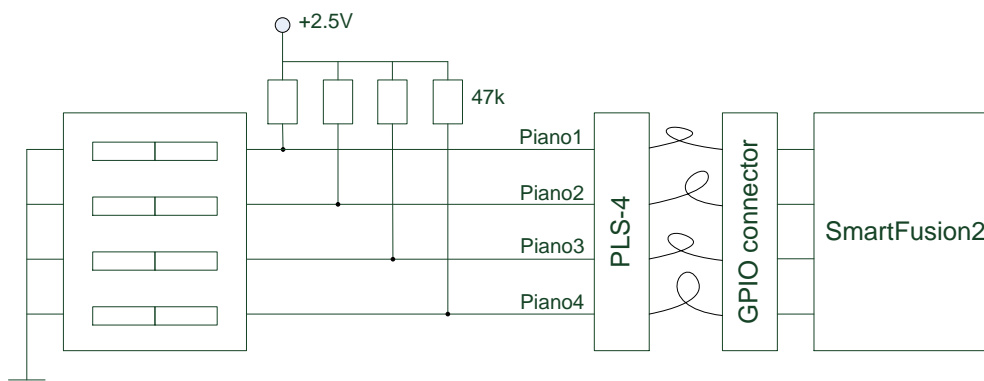

Рис. 13.
- четырехпозиционный переключатель типа «Пианино» (рис. 13);